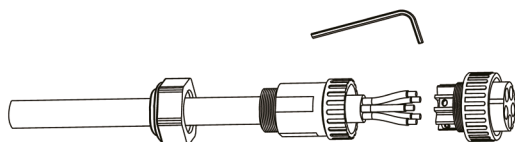

Fig. 35. Raccordement du câble dénudé à la borne.
- d. Insérer l'extrémité dénudée des trois fils dans l'orifice correspondant de la tête de la borne (fil jaune-vert dans le port PE, phase dans le port L et neutre dans le port N). Tirer sur le câble pour vérifier son bon raccordement (cf. Fig. 35) :